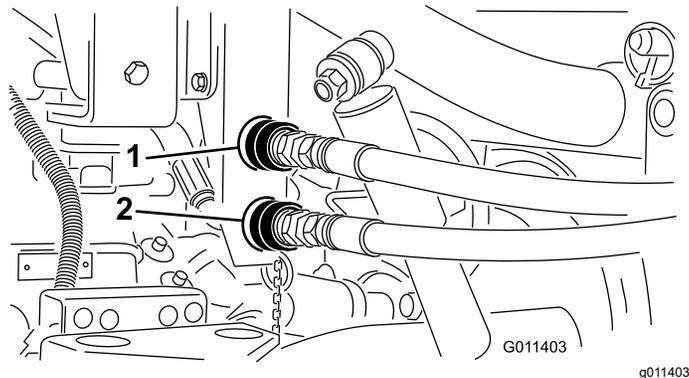

Figura 18
1. Limpe a sujeira dos acopladores rápidos do Topdresser (Figura 18).
Nota: Os acopladores mostrados na Figura 18 são dos veículos com números de série 239999999 e anteriores.